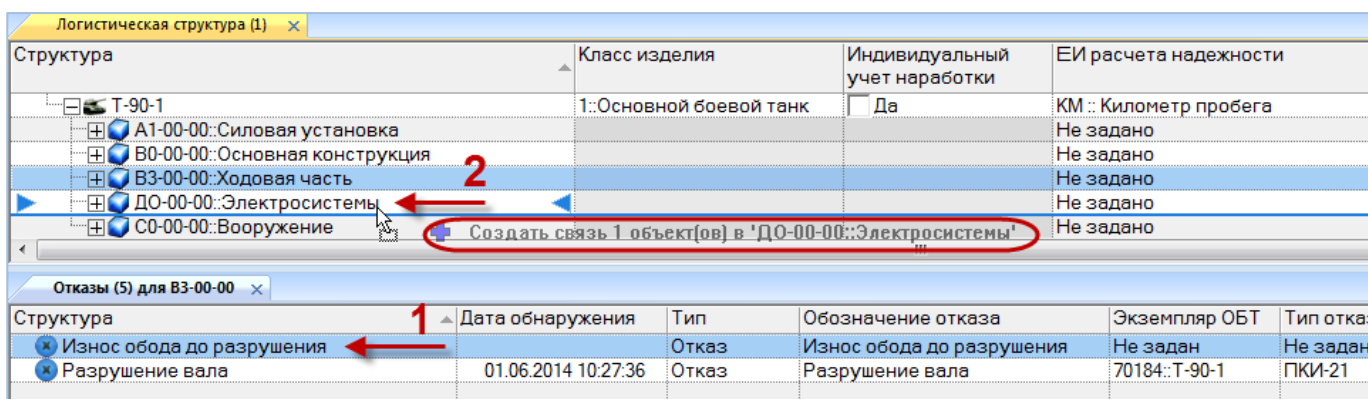

Рис. 26-25 – Переместить неисправность на систему
- 3) Выбрать неисправность в окне связанных объектов «Неисправности» для выбранной системы. (1 на рис. 26-25).
4) Переместить с помощью мыши неисправность в рабочее окно «Логистическая структура» на систему – появится подсказка вида «+ Создать связь X объект(ов) в ...» (2 на рис. 26-25). Отпустить кнопку мыши.